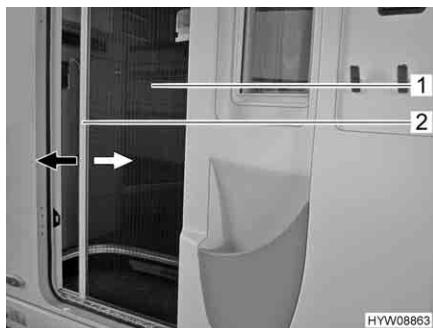

Fig. 61 Protezione contro gli insetti
- Afferrare la barra di presa (Fig. 61,2) con entrambe le mani ed estrarre con movimento uniforme la protezione contro gli insetti (Fig. 61,1) dall'alloggiamento della porta.
- Afferrare la barra di presa (Fig. 61,2) con entrambe le mani e spingere la protezione contro gli insetti (Fig. 61,1) nell'alloggiamento della porta esercitando una leggera pressione.